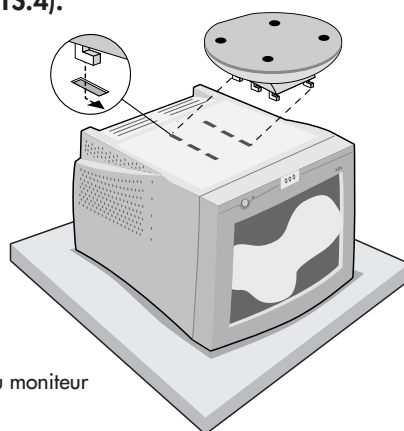

Figure TS-2
2. Placez les six crochets de le socle inclinable/rotatif dans les six trous sur le bas du moniteur (**Figure TS.2**).